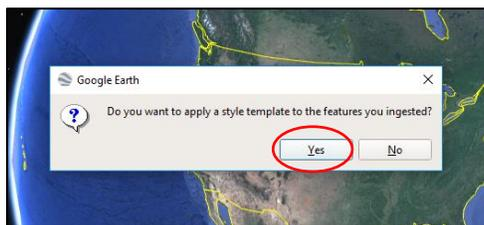

Figura 49. Crear una plantilla de estilo
2.3. Aparecerá una ventana preguntando si se quiere crear una plantilla de estilo (style template). Dar clic en [Yes] (Figura 49).